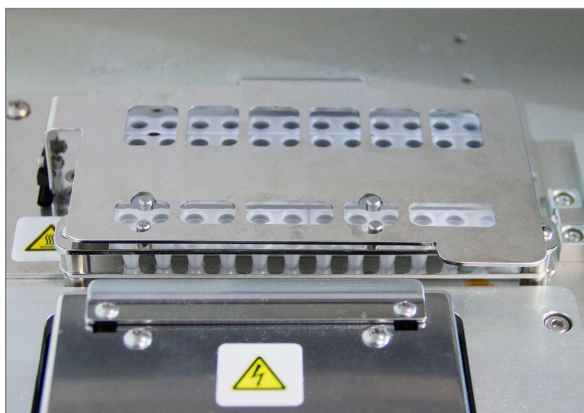

FIGURA 5.23: coperchio chiuso sulle provette
- a. Chiudere bene il coperchio abbassandolo sulle provette (FIGURA 5.23).